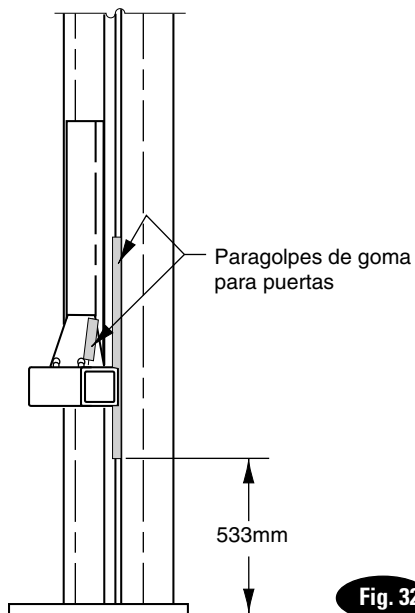

**Fig. 31**
- Tras haber instalado los engranajes limitadores, eleve el carro de grúa a una altura adecuada. Engrase los pasadores del brazo y los orificios con grasa de litio. Eleve el bloque de engranaje tirando hacia arriba del pasador-anillo para permitir la holgura suficiente para que el engranaje limitador y el brazo se desplacen por encima de la brida y por debajo del diente del bloque de engranaje (o parada de engranaje), Fig. 30. Instale pasador(es) de brazo con un diámetro de 1 1/2", Fig. 31. La parte inferior del engranaje limitador B sujeta el pasador del brazo en su posición adecuada. Asegúrese de que la parte inferior del engranaje B se desliza en la ranura del pasador del brazo. Deje que sobresalgan 7mm del pasador de muelle del orificio. Instale las protecciones del brazo como se muestra en la Fig. 31.